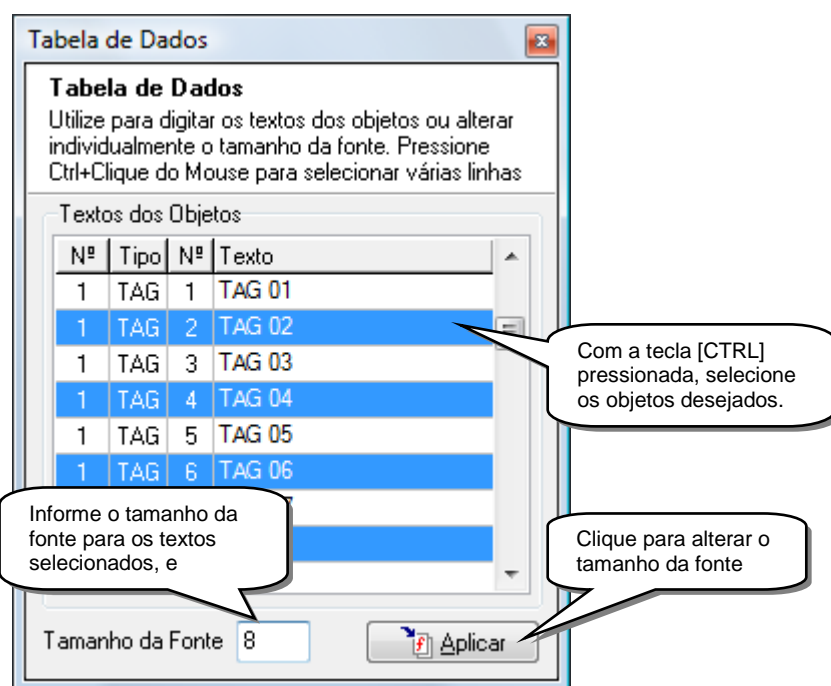

Figura 7.3.1
- Abrir a “Tabela de Dados” (figura 7.3.1) localizada no menu “Editor” opção “Tabela de Dados”. Veja mais informações sobre a tabela de dados no item “6.2.6 – Tabela de dados” do manual.